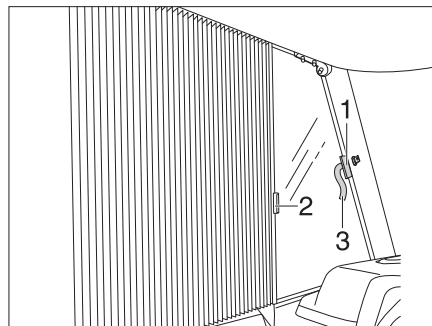

Fig. 83 Dispositifs occultants plissés pour les fenêtres côté conducteur et passager
- Ouvrir la fermeture Velcro des boucles de sécurité (Fig. 83,3) des deux côtés.
- Saisir le dispositif occultant plissé successivement par les poignées (Fig. 83,1 et 2) et les tirer prudemment pour les rapprocher jusqu'à ce que la fermeture magnétique maintienne fermé le dispositif occultant plissé.
- Repousser prudemment les dispositifs occultants plissés par les poignées (Fig. 83,1 et 2).
- Fixer le dispositif occultant plissé avec la fermeture Velcro de la boucle de sécurité (Fig. 83,3).